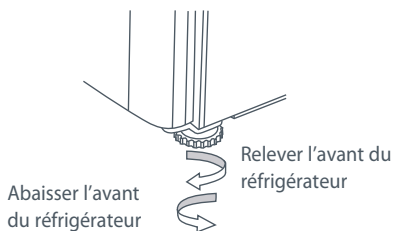

Fig. 9 Pieds du réfrigérateur
- C** Réglez les pieds avant en les abaissant jusqu'à ce que réfrigérateur penche vers l'arrière, la façade se situant environ 10 mm plus haut que le dos de l'appareil. Ceci garantira une bonne fermeture de la porte. (Voir Fig. 9).